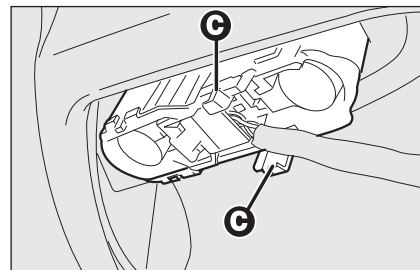

fig. 34
- ☐ abbassare lo sportello ed estrarre il gruppo portalampe agendo sulle linguette di ritegno **C-fig. 34**;
- ☐ reinserire il gruppo portalampade fissandolo correttamente in posizione mediante le linguette di ritegno **C-fig. 34**;
- ☐ abbassare lo sportello ed estrarre il gruppo portalampade agendo sulle linguette di ritegno **C-fig. 34**;